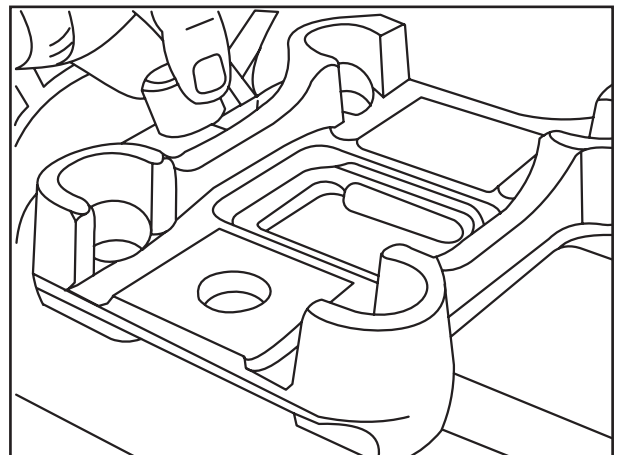

Fig. 6
- [11] Bei Achsen mit formschlüssiger Achseinbindung den Zentrierbolzen zwischen Bohrung Lenkerfeder und Fangblech, die Spurplatte (falls vorhanden), und den Achslappen abnehmen (Fig. 6).
[11] In the case of axles with a positive axle clamping remove the centring bolt between trailing arm spring and catch plate hole, the tracking plate (if present) and the spring seats (Fig. 6).
[11] Sur les essieux avec montage par serrage, enlever le pion de centrage entre l'alésage du ressort de guidage et de la tôle d'arrêt, la plaque de triangulation (s'il y en a) et le patin d'essieu (fig. 6).